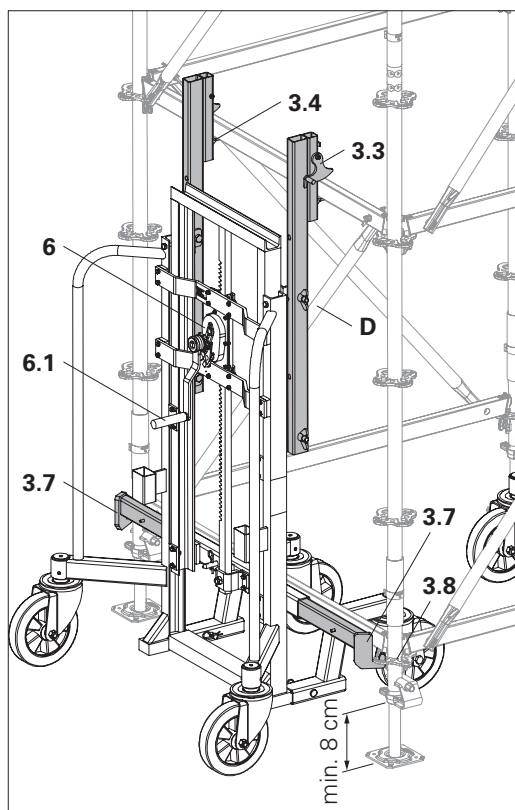

Fig. 19
3. Girare la manovella (6.1) in senso orario per sollevare il carico. I fermi di sicurezza (3.3) vengono spinti automaticamente indietro, scendono in avanti e bloccano i correnti in modo che non possano alzarsi. (Fig. 19)
min. 8 cm. (Fig. 19)